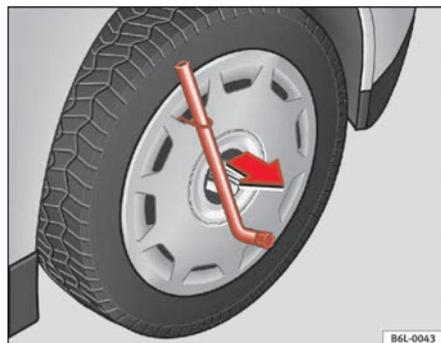

Fig. 134 Togliere il copricerchio
- Togliere il copricerchio con il gancio in metallo ⇒ fig. 134.